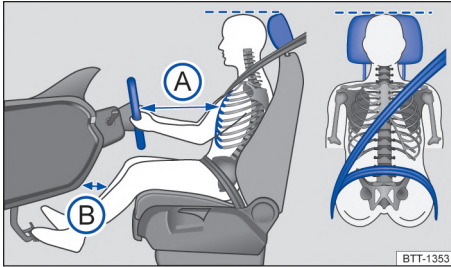

Fig. 21 Distancia correcta del conductor con relación al volante, posición correcta de la banda del cinturón de seguridad y ajuste correcto del apoyacabezas.
- Ajustar el asiento de modo que la distancia entre el volante y el tórax sea como mínimo de 25 cm → fig. 21 (A) y que el conductor pueda sujetar el volante del borde exterior con las dos manos y los brazos ligeramente flexionados.
- Ajustar el asiento del conductor de manera longitudinal para que los pedales se puedan accionar con las piernas ligeramente dobladas y la distancia de la zona de la rodilla con el tablero de instrumentos sea de al menos 10 cm → fig. 21 (B).
- Ajuste el apoyacabezas para que su borde superior se encuentre preferentemente en la misma línea de la parte superior de la cabeza → fig. 21 – pero no por debajo de la altura de los ojos. Posicionar la parte posterior de la cabeza lo más cerca posible del apoyacabezas.